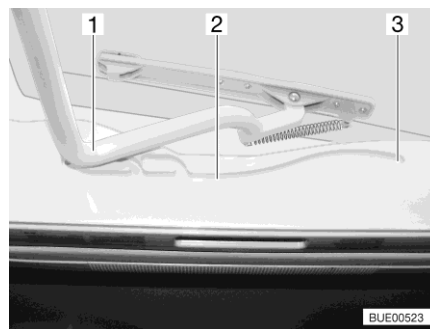

Fig. 116 Guida (oblò Heki)
- Tirare la staffa (Fig. 116,1) nelle guide (Fig. 116,2) fino alla posizione più all'indietro (Fig. 116,3).
- Spingere la staffa (Fig. 116,1) leggermente verso l'alto con ambedue le mani.
- Tirare la staffa nelle guide (Fig. 116,2) fino alla posizione desiderata.